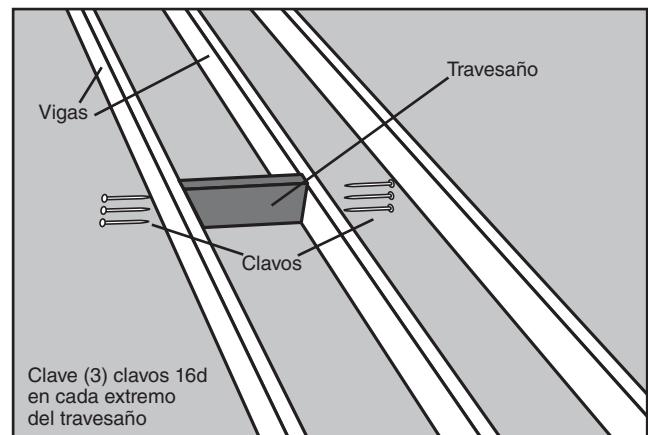

FIGURA 12
- PASO 3.** Coloque uno de estos travesaños en un extremo de su ubicación elegida (Vea la Figura 12). El travesaño debe encajar ajustadamente entre las vigas. Martille para colocarlo en su posición si es necesario; si el travesaño tiene $1/16"$ de más, recórtelo. Si tiene $1/16"$ de menos, corte otra pieza.
- PASO 4.** Coloque en ángulo recto el travesaño en una viga y clave (3) clavos 16d a través de la viga y dentro del travesaño. Revise en cuanto a ángulo recto y clave (3) clavos 16d a través de la otra viga y dentro del travesaño (Vea la Figura 12). Es muy importante que la tabla de travesaño esté en ángulo recto verticalmente y también en ángulo recto horizontalmente con respecto a las vigas laterales.